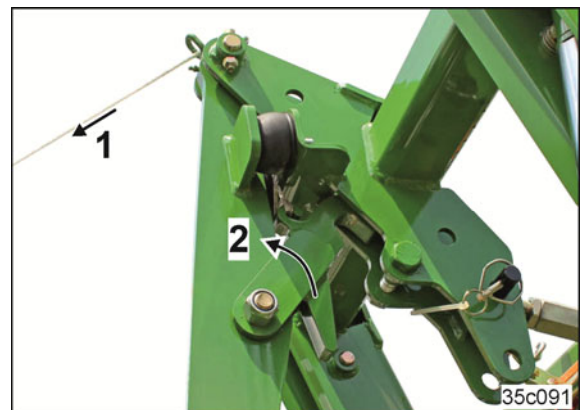

Fig. 131
2. Tirar del cable (Fig. 131/1).
→ Abrir el gancho de bloqueo (Fig. 131/2).
4. Soltar el cabo (Fig. 131/1).
2. Tirar del cabo (Fig. 131/1).
Si el bastidor de elevación no debiera bloquearse, p.ej. al girar al final del campo (véase Fig. 132), no accionar el cabo (Fig. 131/1).